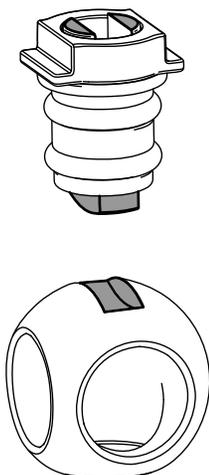

图 121
- 将球插入阀体图 121。
注意 阀杆应能够插入球驱动槽内部。如果气门芯不能插入请调整球的位置(图 121)。